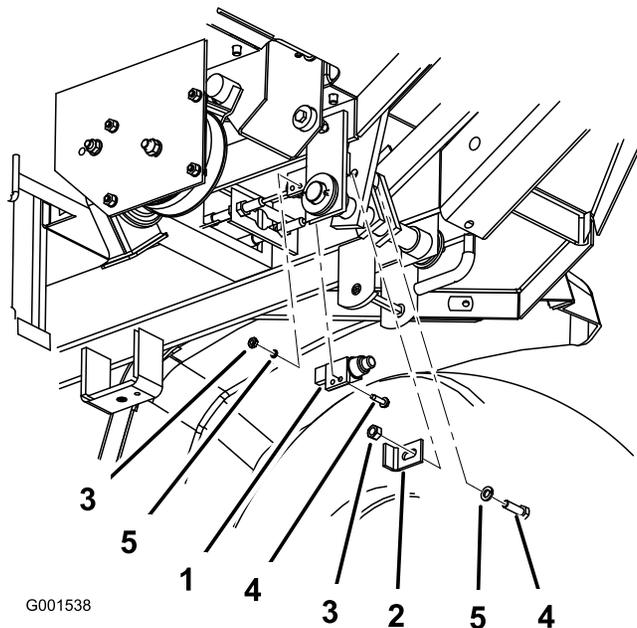
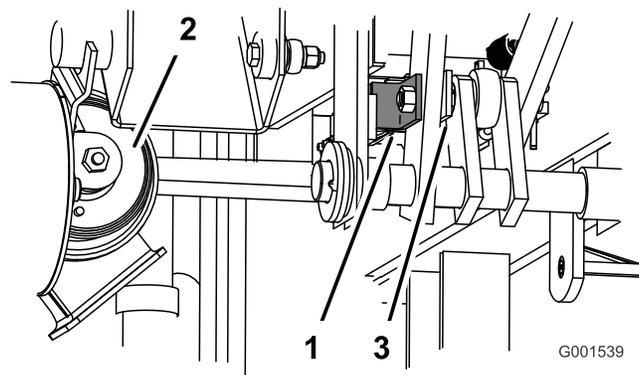

図 5
図 6
3. 取り外したビス類を使って、新しいブレーキスイッチを取り付ける (図 5)。
4. 取り外したビス類を使って、新しいブラケットを取り付ける (図 5および図 6)。